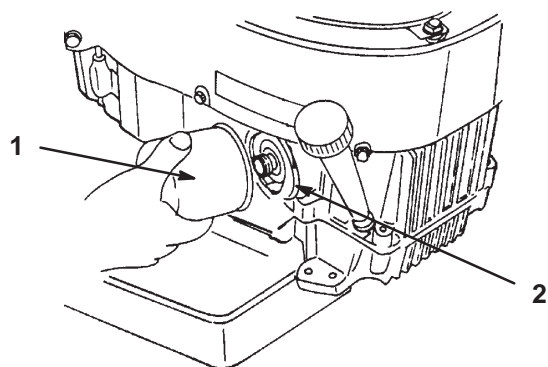

Figure 37
2. Déposez le filtre usagé (Fig. 37).
3. Appliquez une fine couche d'huile neuve sur le joint en caoutchouc du filtre de rechange (Fig. 37).
4. Posez le filtre à huile de rechange sur l'adaptateur. Tournez le filtre dans le sens horaire jusqu'à ce que le joint rejoigne l'adaptateur, puis donnez 3/4 tour supplémentaire (Fig. 37).